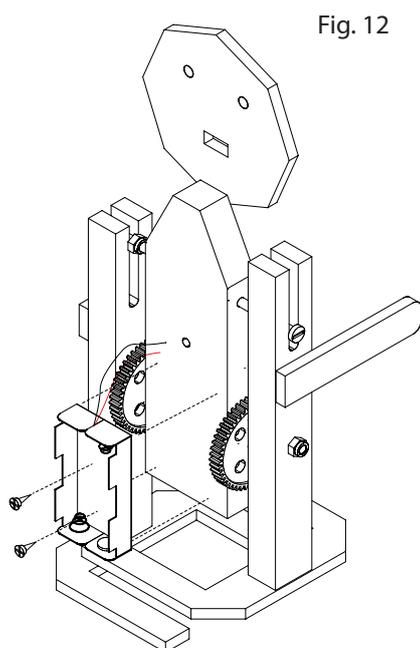

Fig. 12
9. Fissare il portabatterie (6) come indicato, sul retro del corpo con 2 viti per truciolare (9) (vedi fig. 12).